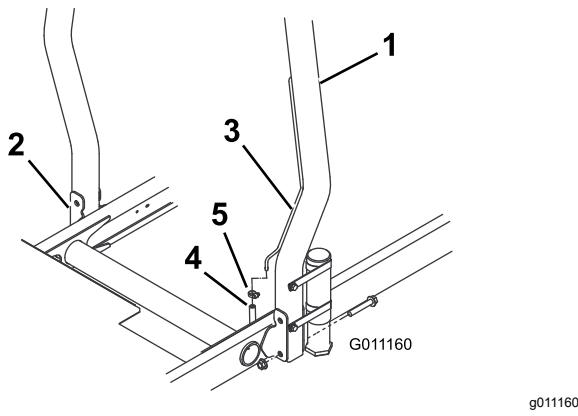

Figura 8
- Abbassate il roll bar sopra le staffe di montaggio del trattorino, allineandolo ai fori di montaggio. Assicuratevi che il tubo di sfato si trovi sul lato sinistro della macchina (Figura 8).
2. Fissate ogni lato del roll bar alle staffe di montaggio con due bulloni a testa flangiata e due dadi di bloccaggio (Figura 8). Serrate i fermi a 81 N·m.